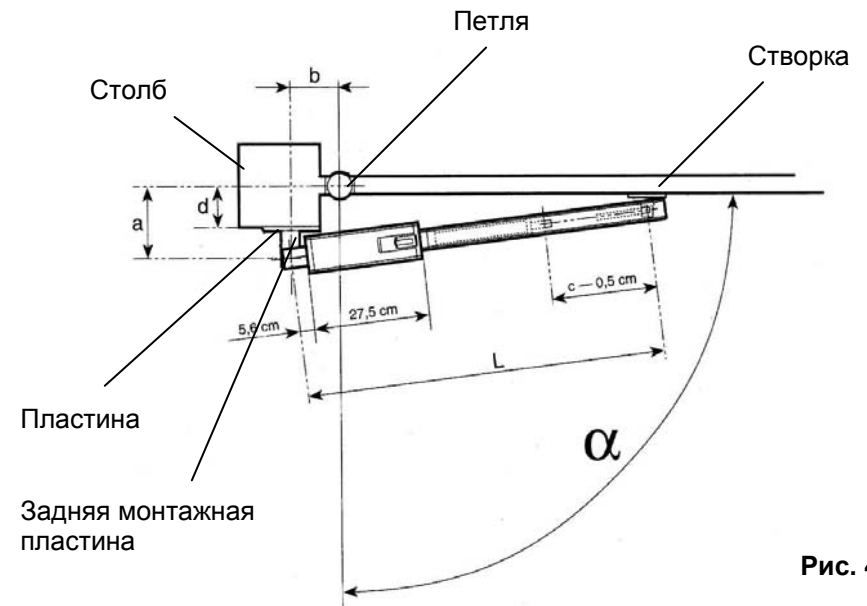

Рис. 4
1. Расположите монтажную пластину на воротах, как показано на рис.4 и в таблице А.